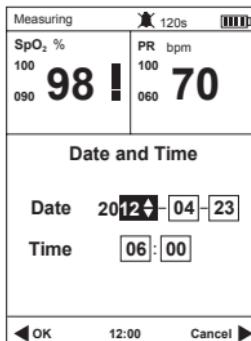

Fig.3.2
- 2) Appuyer sur le bouton de navigation Date et heure "et appuyer sur OK pour entrer l'heure. Voir Fig 3.2